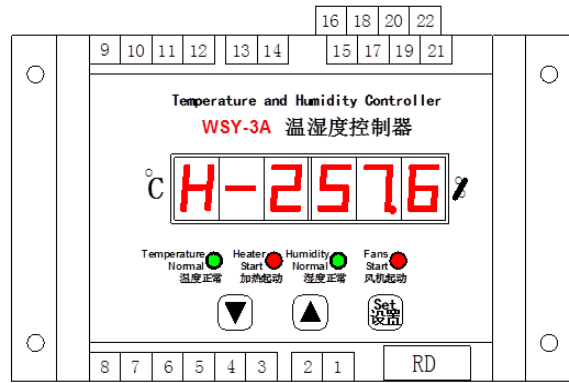

图6
- 继续按下设置键，左侧三位数码管闪烁显示 H-2，表示是通信波特率设置值，右侧三位数码管为数值位，设置值有 4.8、9.6、19.2、38.4、57.6 五个选项，通过“∧”、“∨”进行设置（见图6）。